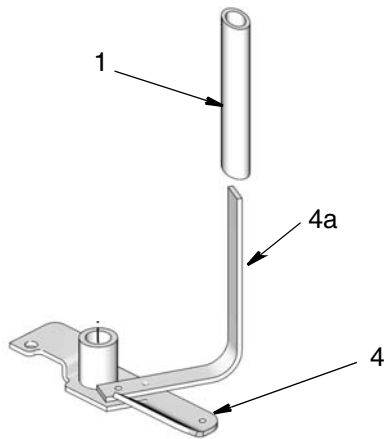

FIG. 7
1. Engrase ligeramente el brazo de la paleta agitadora (4a) con la misma grasa que utiliza en la bomba (FIG. 7).
2. Deslice la escobilla (1) sobre el brazo (4a) en la paleta agitadora (4) (FIG. 7).